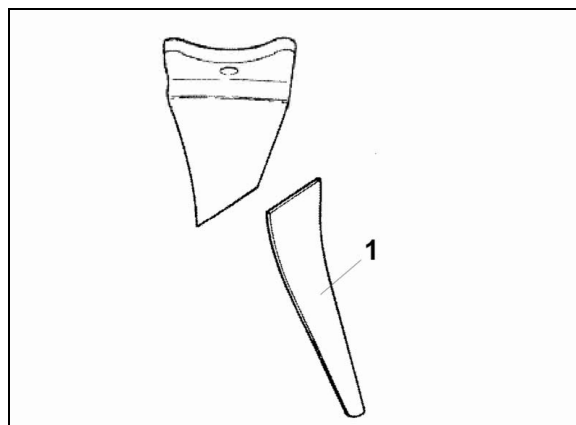

Fig. 67
Ved slid kan tænderne "Griff Special" atter få originallængde vha. påsvejsningsspidsen (Fig. 67/1). Afmonter først jordbearbejdningstænderne fra værktøjsholderen (se på side 109).
1. Hold påsvejsningsspidsen (Fig. 67/1) mod den gamle jordbearbejdningstand